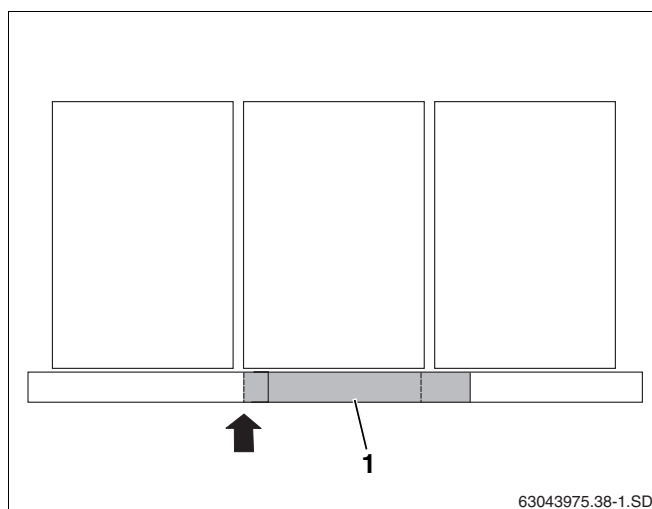

Fig. 45 Posizionamento delle lamiere di coperture centrali con collettori montati verticalmente
In presenza di più di due collettori montati verticalmente, le lamiere di copertura inferiori centrali (fig. 45, **pos. 1**) sono necessarie. Queste devono essere montate, sul lato sinistro, a paro con il collettore (freccia).